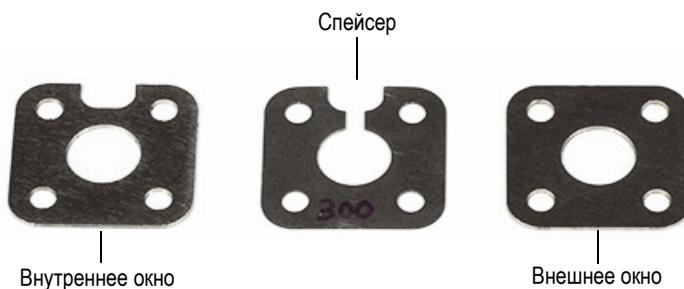

Рис. 3-11 Компоненты окна кюветы
1. Сначала установите внутреннее окно [с зазором] (см. Рис. 3-11 на стр. 54).